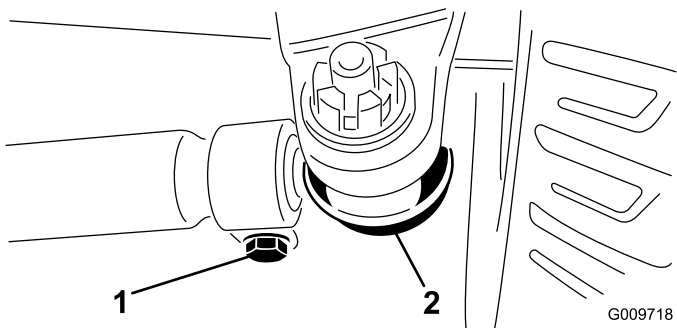

Figure 76
3. Pour le régler, retirez la goupille fendue et l'écrou de l'une des rotules de bielle (Figure 76). Déposez la rotule de bielle du support du corps d'essieu.
4. Desserrez les fixations aux deux extrémités des bielles (Figure 76).